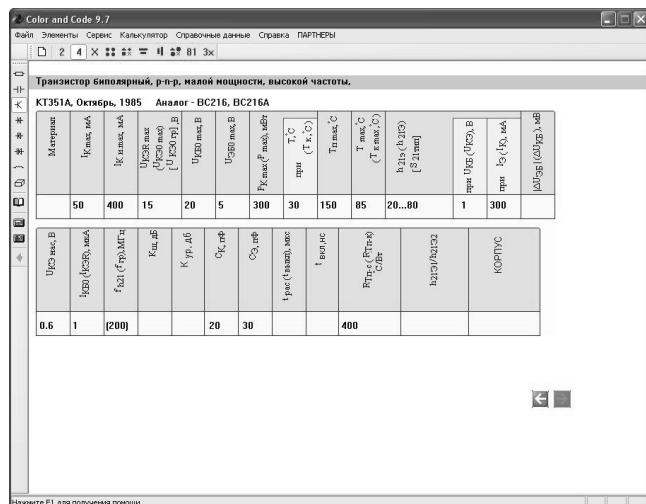
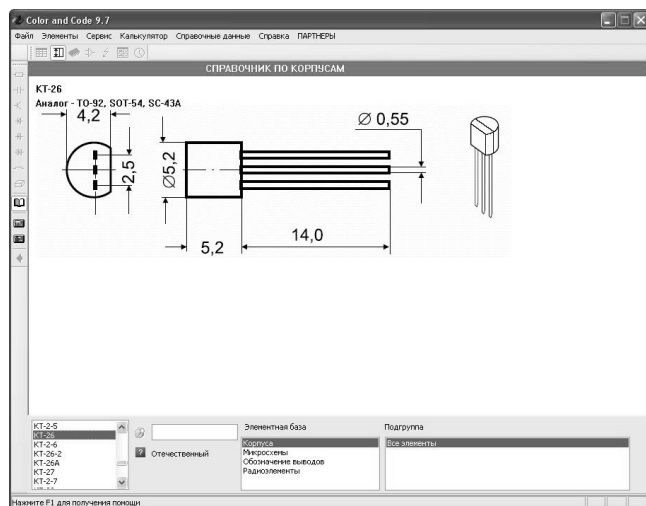

Рис. 2. Получение характеристик радиоэлементов
Рис. 3. Отображение типа корпуса с габаритными размерами
Программный комплекс поддерживает вывод характеристик радиоэлементов как в виде самостоятельного модуля “Справочник” (рис. 3), так и в виде дополнения к модулю определения радиоэлементов (рис. 2). Модуль “Справочник” может работать в нескольких режимах, которые зависят от типа выбранного радиоэлемента. К основным режимам можно отнести два вида:
- “Таблица” (рис. 2), в котором отображаются электрические и физические характеристики радиоэлементов (для микросхем производится отображение функционального назначения и обозначения выводов);
- “Корпус” (рис. 3), позволяет отображать тип корпуса с габаритными размерами, например КТ-26.